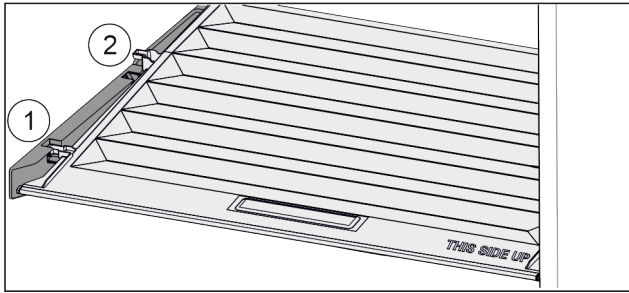

Fig. 118
- ▶ 将盖子向前拉 Fig. 118 (1)至定位件开口。
- ▶ 从下方抬起后端并向上将其移出 Fig. 118 (2)。